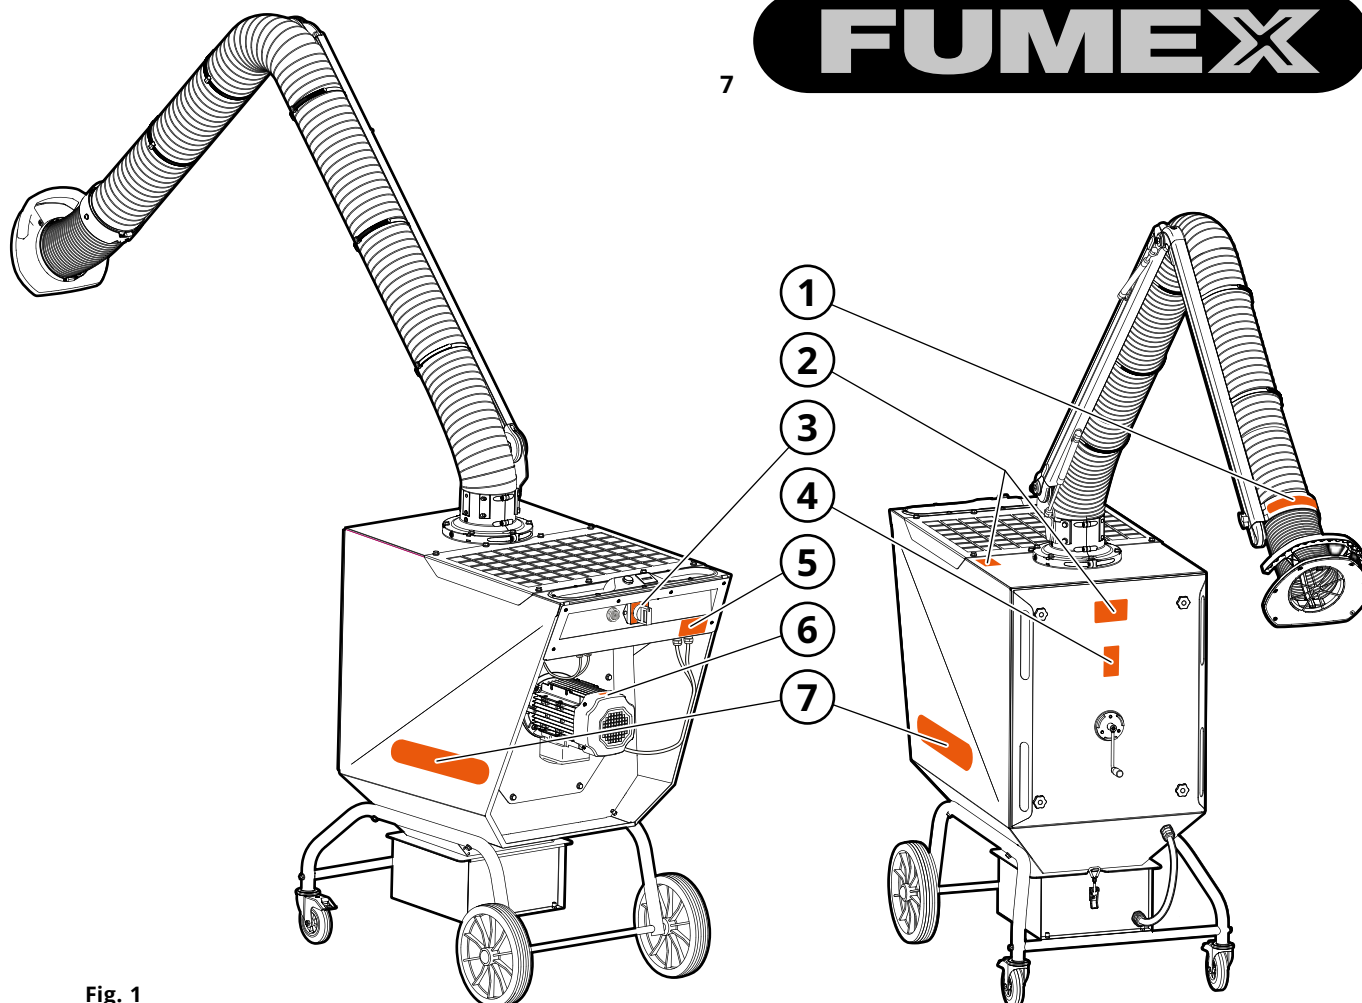
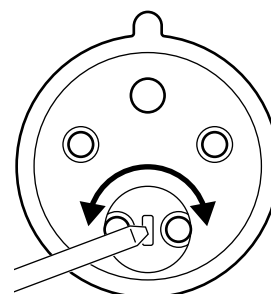

Fig. 1
Fig. 16
Enligt Fig. 1.
3. Kontrollera rotationsriktning på fläktmotorn. Fläktmotorns rotationsriktning kontrolleras genom att starta fläkten, därefter stanna fläkten. När varvtalet avtar syns vilket håll motorn roterar genom skyddskåpan för fläktkylning (där dekalen sitter, enligt **Fig. 1** pos 6). Om rotationsriktningen är felaktig, fäsvänd i stickproppen med platt mejsel enligt **Fig. 16**.